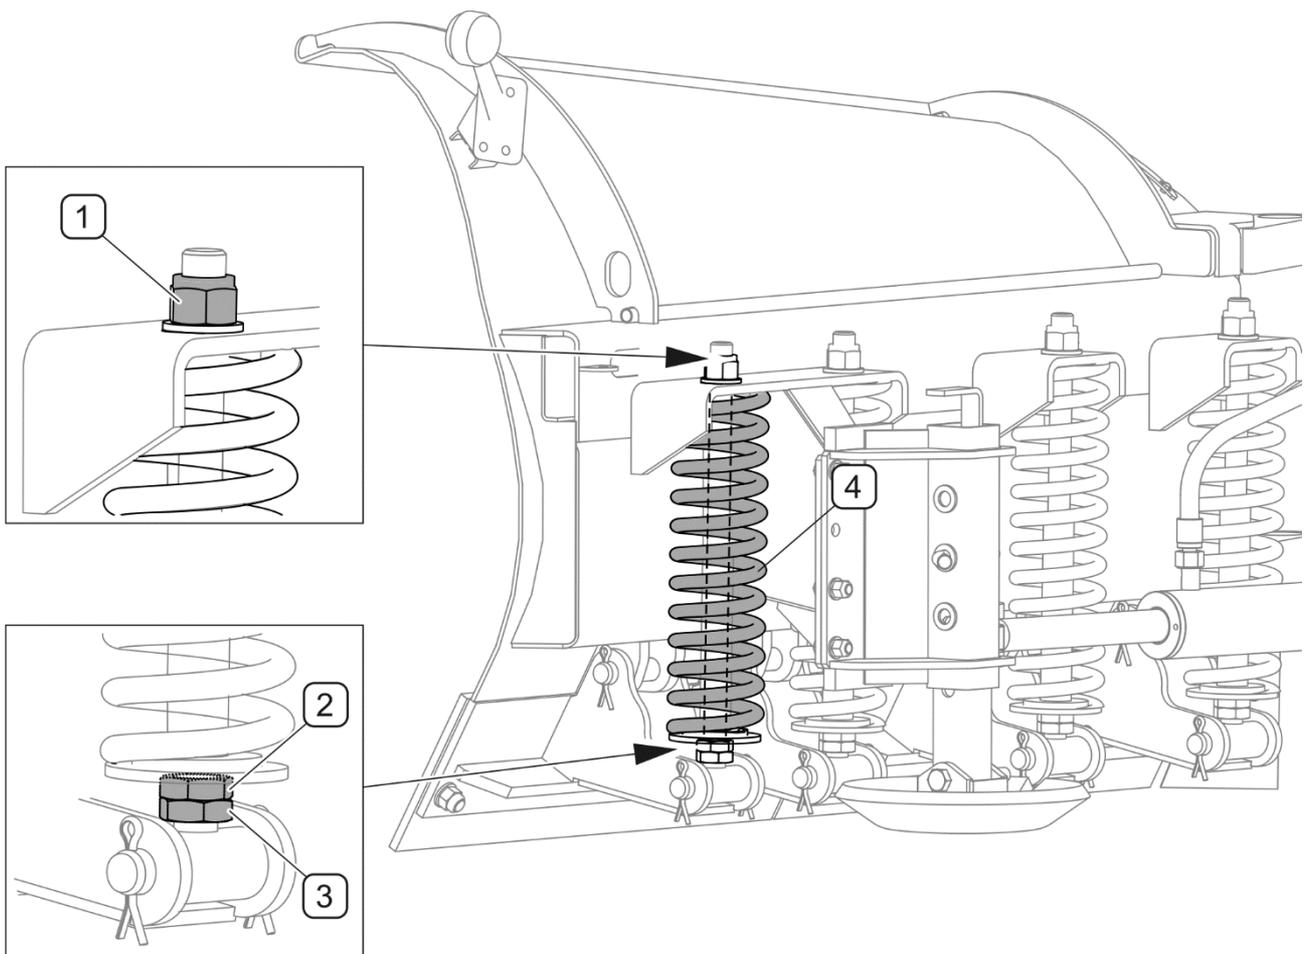

ABBILDUNG 5.5 Einstellen der Räumleisten
Der Pflug ist mit neigbaren Segmenten für die Räumleisten ausgerüstet. Die einzelnen Segmente der Räumleisten (ABBILDUNG 5.5) neigen sich beim Auftreffen auf ein Hindernis nach hinten und werden durch die Federn wieder in die Arbeitsposition zurückgestellt. Die Neigung der Räumleisten und die Federspannung können eingestellt werden. Die Neigung des Segments kann mithilfe der Mutter (1) eingestellt werden. Mithilfe der Mutter (2) kann die Spannung der Feder (4) eingestellt werden, nachdem die Kontermutter (3) gelöst wurde.